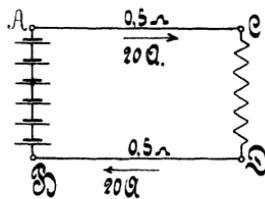

Fig. 6.
53. Text wie 51, nur ist $e = 10$ [100] (200) V, $J = 4$ [15] (40) A.
54. An den Klemmen A und B (Fig. 6) einer Batterie von hintereinander geschalteten Elementen herrscht eine Spannung von 65 [110] (220) V. Durch den Widerstand CD fließen 20 [30] (8) A. Welche Spannung besteht zwischen den Punkten C und D, wenn jeder der beiden Zuleitungsdrähte AC und BD $0,5$ [0,3] (2) Ω Widerstand besitzt?
55. Der Widerstand CD (Fig. 6) besteht aus einer Anzahl von Lampen, die insgesamt 15 [12] (8) A verbrauchen. Die Widerstände der Zuleitungen AC und BD betragen zusammen $0,2$ [0,3] (0,5) Ω . Welche Spannung herrscht zwischen C und D, wenn die Klemmen-spannung der Stromquelle 67 [113,6] (120) V beträgt?
56. Fünf Bunsenelemente (Fig. 6) von je 1,8 [1,85] (1,78) V elektromotorischer Kraft und 0,2 [0,25] (0,15) Ω innerem Widerstande sind hintereinander geschaltet. Der äußere Stromkreis besteht aus den beiden Zuleitungsdrähten AC und BD von je 0,08 [0,05] (0,09) Ω und dem Nutzwiderstande CD (parallel geschaltete Glühlampen) von 3 [4,5] (2,5) Ω .